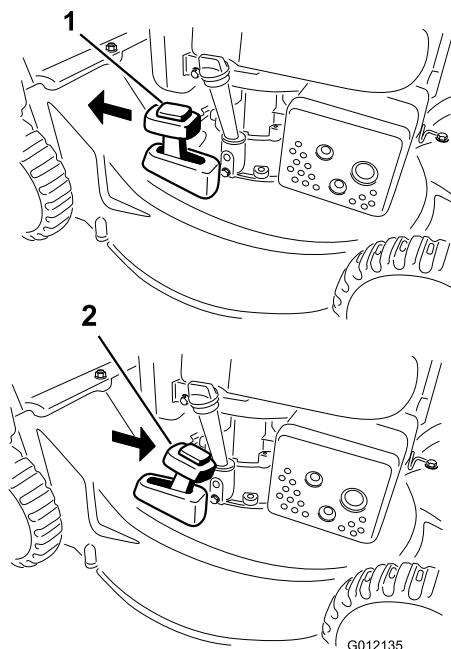

Figura 18
Per riciclare lo sfalcio, spostate la leva di comando del cesto nella posizione di **riciclaggio** (Figura 18).
2. Installate il cesto di raccolta; fate riferimento a Rimozione del cesto di raccolta \(pagina 12\) e spostate la leva di comando del cesto nella posizione di **raccolta** (solo modello 20836) come illustrato in Figura 18.
comando del cesto deve essere in posizione di **raccolta** (solo modello 20836) come illustrato in Figura 18.